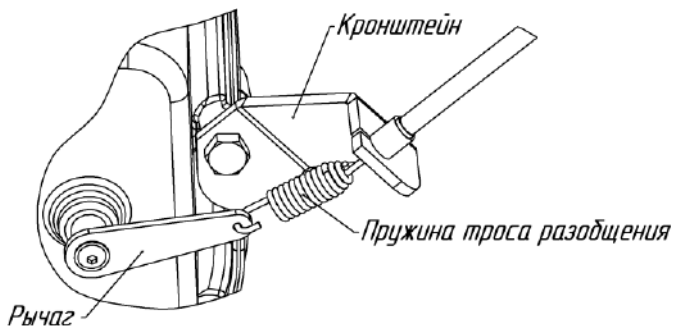

Рис.11. Схема зацепления троса разобщения
– вывести ободочку троса с металлическим упором из кронштейна (рис.11);